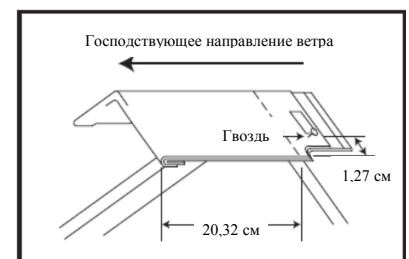

Рисунок 3
4. Полностью покройте «начальную» кровельную плитку обнаженной частью 20,32 см последующей кровельной плитки для ребер и коньков (рисунок 3).